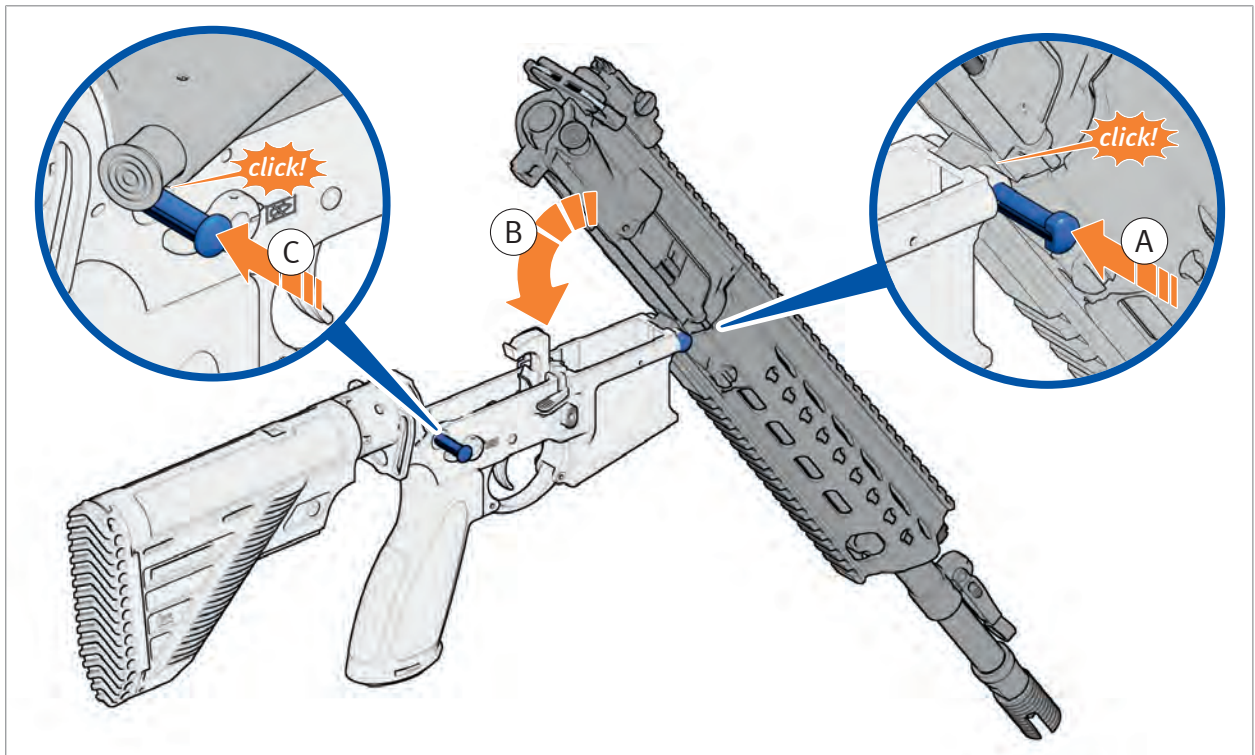

Abb. 123: Gehäuseunterteil einsetzen
2. Gehäuseunterteil in einem Winkel von ca. 45° mit dem vorderen Haltebolzen in die vordere Bohrung für Haltebolzen des Gehäuseoberteils einsetzen (Abb. 123).
3. Vorderen Haltebolzen vollständig nach links eindrücken (Abb. 123).
4. Gehäuseoberteil bis zum Anschlag an das Gehäuseunterteil nach unten klappen (Abb. 123).